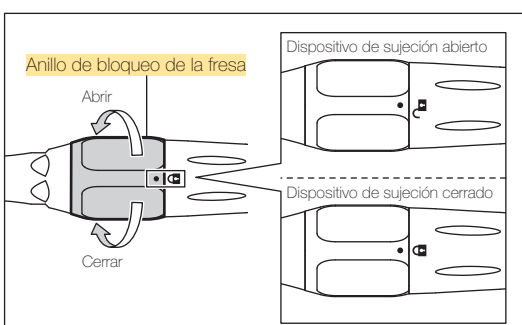

Fig. 2
- 1) Gire el anillo de bloqueo de la fresa hacia la marca “ ” hasta que se oiga un chasquido. (Fig. 2)
- 2) Gire el anillo de bloqueo de la fresa hasta la posición ABIERTO. (Fig. 2)